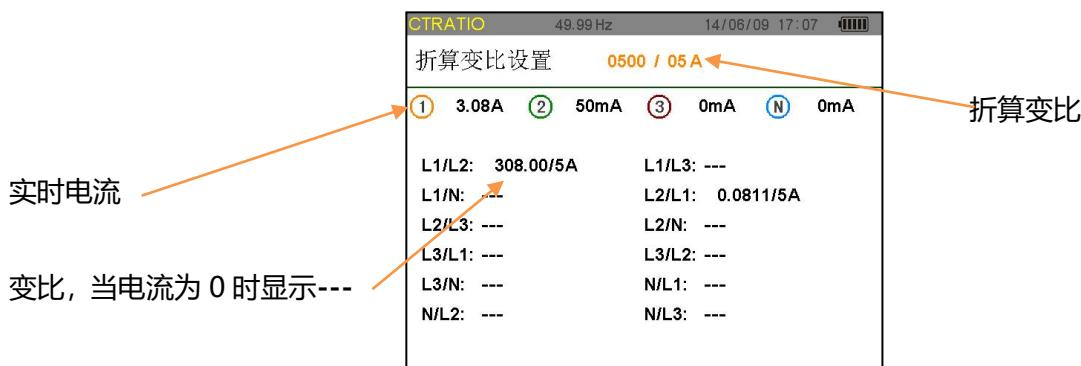

图 12-2 CT 变比示意图
在任一模式下，用户可短按 键直接进入截图列表进行截图浏览，如图 12-2 所示。
- 短按 键，仪器显示 图标和截图列表(参见图 12-2)。
在屏幕显示截图列表中(如图 12-2 图例所示)。